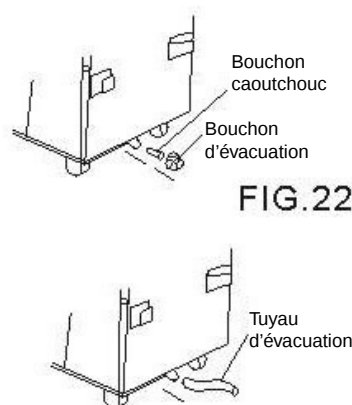

FIG.22
Fig. 22 et 23
1. Enlever le bouchon d'évacuation et le bouchon de caoutchouc de l'orifice d'évacuation (fig. 22). Mettez-les de côté.